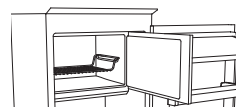
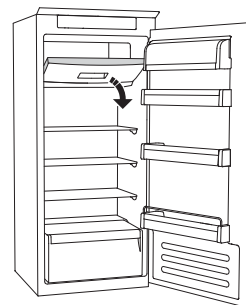

Figure 1
Figure 2
- disposez les aliments sur la grille, si présente (figure 1), ou directement sur la partie inférieure du compartiment (figure 2)
- placez les aliments au centre du compartiment **\*\*\*** sans qu'ils n'entrent en contact avec les aliments déjà congelés, en maintenant une distance de 20 mm environ (figures 1 et 2).
Le SYSTEME STOP FROST (disponible selon le modèle) facilite la procédure de dégivrage pour le compartiment congélateur. L'accessoire STOP FROST (figure 1) est conçu pour recueillir une partie du givre qui se forme dans le compartiment congélateur et il est facile à retirer et nettoyer, et par conséquent réduit le temps nécessaire au dégivrage de l'intérieur du compartiment congélateur.
- Ouvrez la porte du compartiment congélateur et retirez la bac supérieur (figure 2).